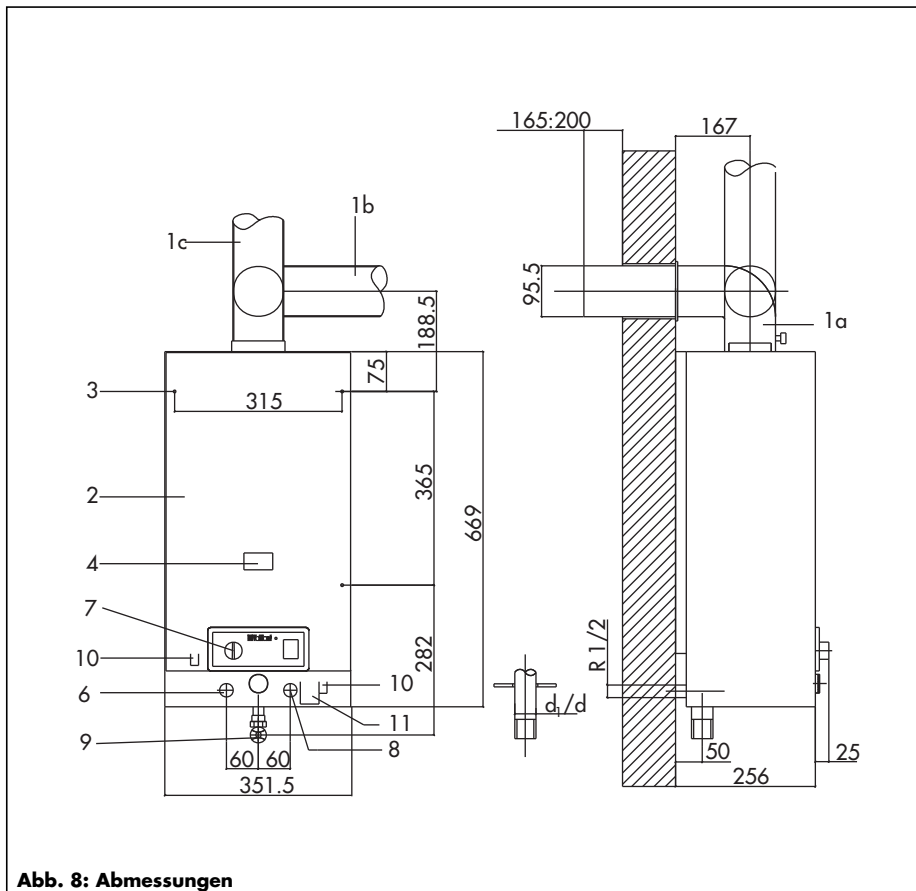

Abb. 8: Abmessungen
- Dübel für Befestigungsschrauben entsprechend Maßangaben der Abb. 8 setzen. Zur Montageerleichterung liegt eine Bohrschablone bei.